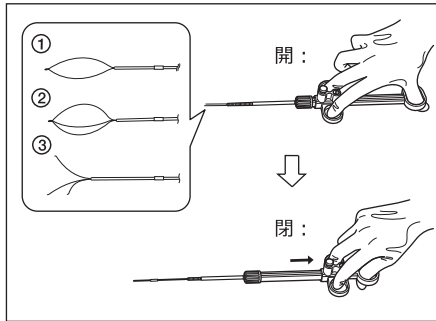

図 3.13
1. スライダを手前に引いて、異物回収部をシース内に引き込みます。(図 3.13 参照)